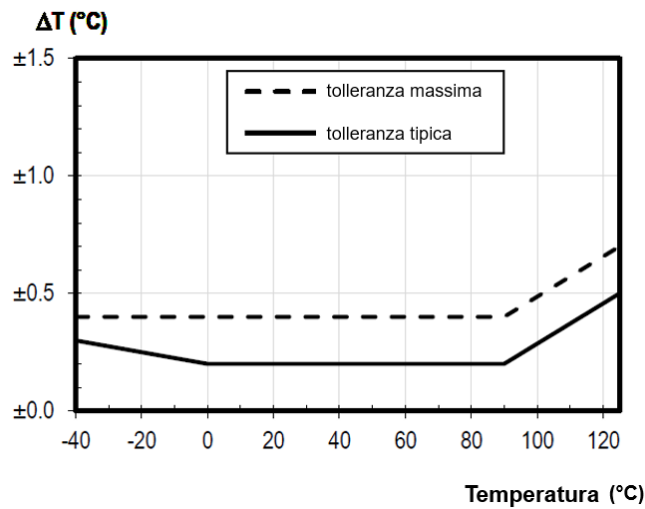

Figura 12: accuratezza sulla temperatura del sensore Sensirion STS31
- Accuratezza tipica: $\pm 0,2^{\circ}\text{C}$ tra 0°C e 90°C (vedi Figura 12)